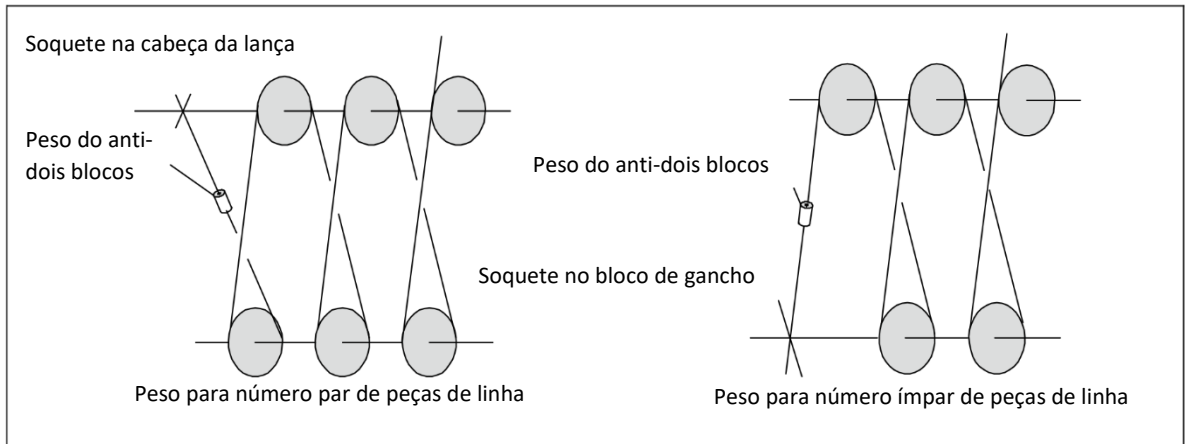

Figura 7-9 Partes da Linha Par e Ímpar
- (a) Você deve alterar a localização do peso do anti-dois blocos se tiver um número diferente de voltas de cabo de aço. Consulte a figura 7-9.